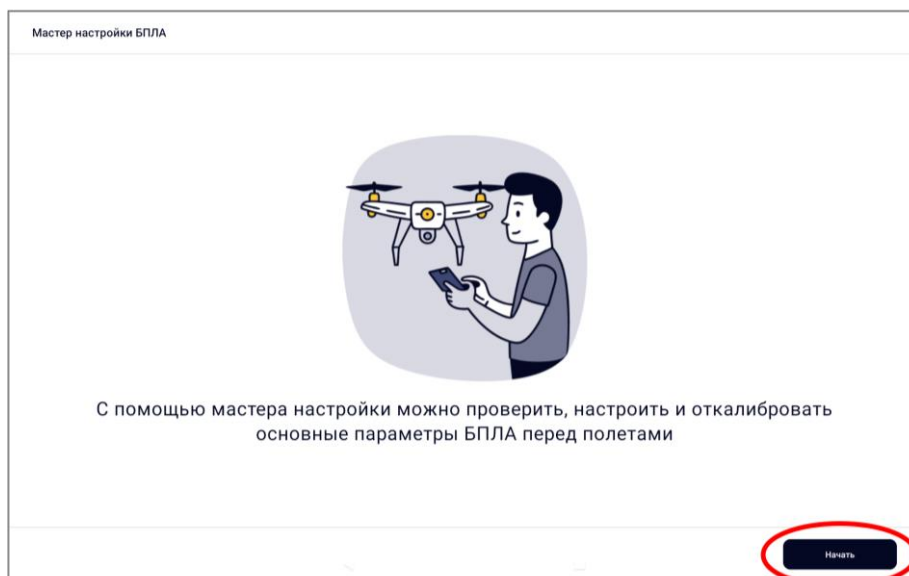

Рисунок 3 – Начало настройки
1. Нажать на кнопку «Начать» (рисунок 3).